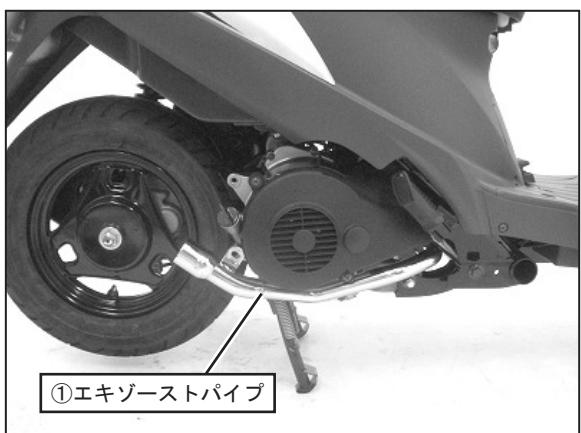

FIG. 3
4. ①エキゾーストパイプを純正ナットを使用して、エンジンのポート部に仮締めします。 (FIG. 3 参照)